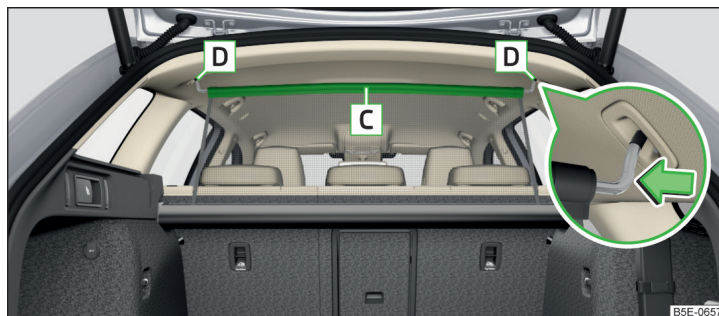

Fig. 130 Peretele despărțitor din plasă asigurat corect în spatele scaunelor din spate, în stare demontată
- Extrageți peretele despărțitor din traversa **C** și agățați într-unul dintre punctele de fixare **D** » **fig. 130**.
- Apăsați pe bara transversală și scoateți-o din punctele de fixare **D** » **fig. 130** mai întâi pe o parte, apoi pe cealaltă.